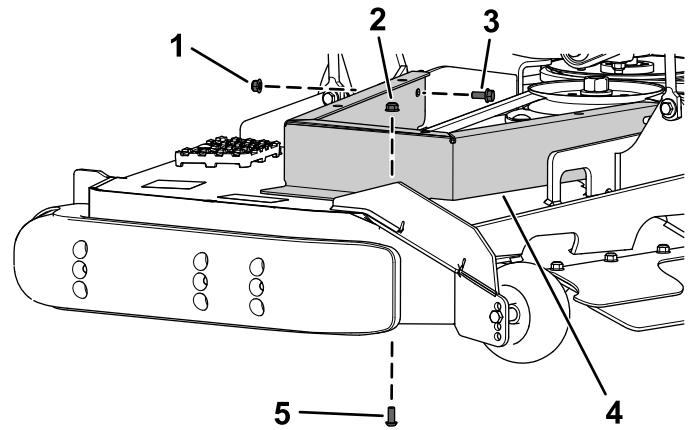

**Figura 6**
1. Remova o parafuso de cabeça de tremço (5/16 pol. x 3/4 pol.) e porca flangeada (5/16 pol.) do lado esquerdo da plataforma do cortador (**Figura 6**).